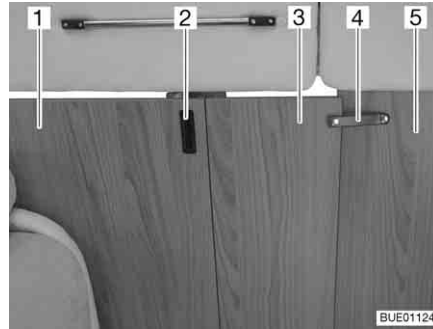

Bild 41 Fahrerhausabtrennung, geschlossen
- Fahrerhausabtrennung (Bild 41,1) am Griff (Bild 41,2) ganz nach innen ziehen.
- Den klappbaren Teil der Fahrerhausabtrennung (Bild 41,3) mit dem Sicherungsband (Bild 41,4) an der linken Zwischenwand (Bild 41,5) befestigen.